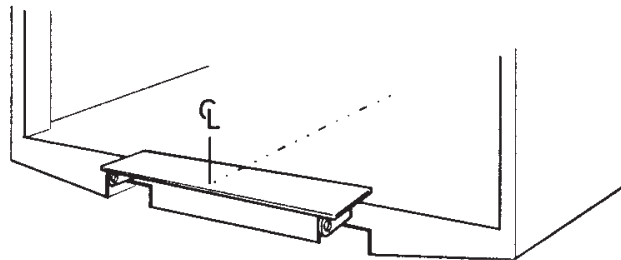

Abb.24. Schrauben oder Punktschweißen der Montagebasis an der Hecktraverse Art.-Nr. 51724 für ZDK 250
2. Schrauben oder punktschweißen Sie die Montagebasis an der Hecktraverse, sodass der jeweilige Mittelpunkt überlappt. Siehe Abb.24